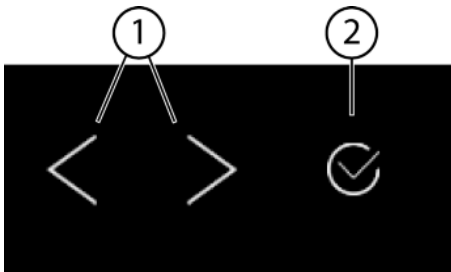
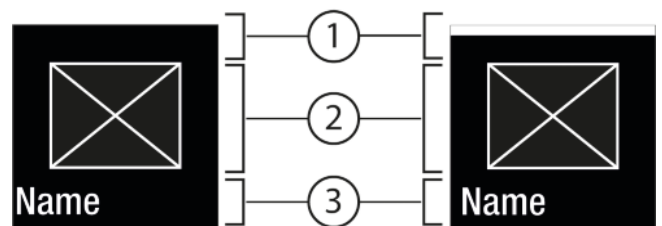
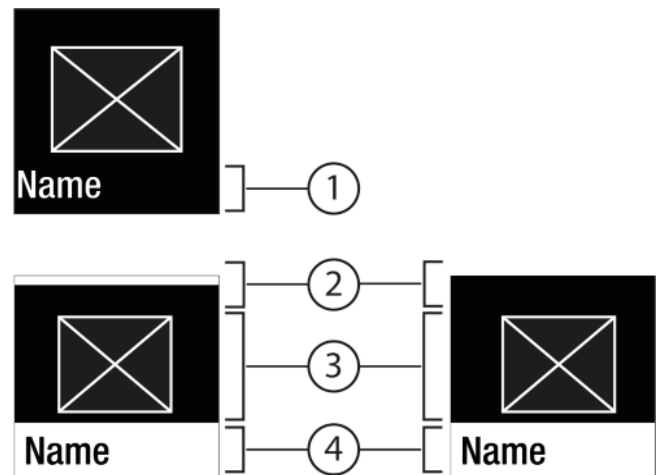

Fig. 5
Fig. 6
Fig. 7
- (1) Flèche de navigation vers la gauche / droite
(2) Confirmer
Flèche de navigation vers la gauche / droite Fig. 5 (1) :
Confirmer Fig. 5 (2) :
- Naviguer avec la flèche de navigation vers la gauche / la droite Fig. 5 (1).
- Avec Confirmer Fig. 5 (2), activer / désactiver la fonction Fig. 6 (1) / le réglage Fig. 6 (1).
- Naviguer avec la flèche de navigation vers la gauche / la droite *Fig. 5 (1)*.
- Avec Confirmer *Fig. 5 (2)*, appeler le sous-menu *Fig. 7 (4)*.
- Régler une nouvelle valeur : Avec Confirmer *Fig. 5 (2)*, sélectionner une valeur désactivée *Fig. 6 (1)*.
- Retour au menu : Avec Confirmer *Fig. 5 (2)*, sélectionner la valeur déjà activée *Fig. 6 (2)*.
- ▶ Appuyer sur les flèches de navigation *Fig. 5 (1)* autant de fois que nécessaire jusqu'à ce que la s'affiche.
- ▶ Appuyer sur Confirmer *Fig. 5 (2)*.
- ▶ Appuyer sur les flèches de navigation *Fig. 5 (1)* autant de fois que nécessaire jusqu'à ce que la fonction s'affiche.
- ▶ Sélectionner la valeur de réglage à l'aide des flèches de navigation *Fig. 5 (1)*.
- ▷ Status : activé *Fig. 6 (1)* s'affiche brièvement dans le sous-menu *Fig. 7 (4)*.
- ▶ Appuyer sur les flèches de navigation *Fig. 5 (1)* autant de fois que nécessaire jusqu'à ce que les réglages  s'affichent.
- ▶ Appuyer sur les flèches de navigation *Fig. 5 (1)* autant de fois que nécessaire jusqu'à ce que le réglage souhaité s'affiche.
- ▶ Appuyer sur Confirmer *Fig. 5 (2)* et laisser enfoncé 3 secondes.